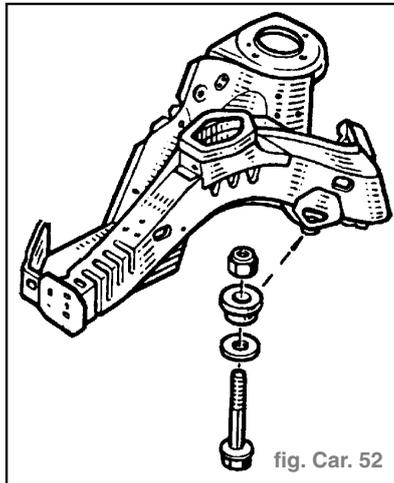

fig. Car. 52
- Pièce assemblée comprenant : (fig. Car. 52)